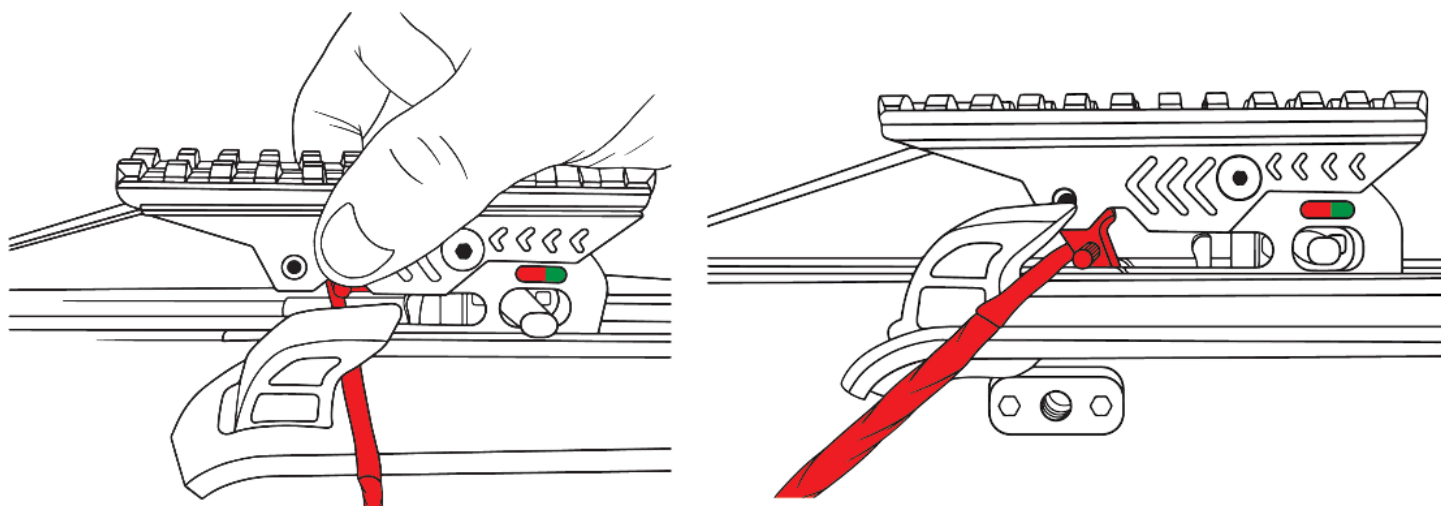

Рис.20
3. После того как спусковой механизм выскользнул вперед и натяжение плеч ослабло до минимума, вы можете поднять крючок защиты от холостого выстрела и освободить тетиву (Рис.20). Далее можно вернуть рычаг в исходное положение.